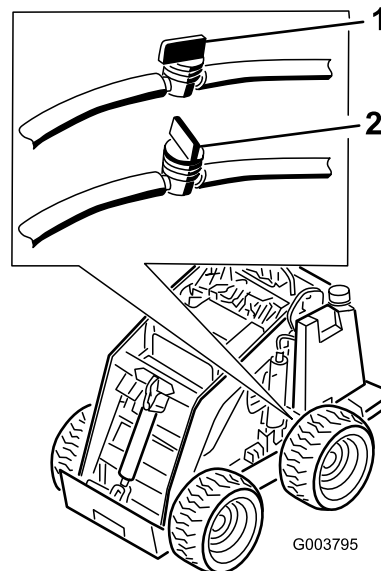

Рисунок 34
2. Закройте топливный клапан на днище топливного бака (Рисунок 34).
8. Откройте топливный клапан на днище топливного бака (Рисунок 34).
3. Закройте топливные клапаны в плангах около дниц топливных баков (Рисунок 34).
10. Откройте топливные клапаны в шлангах около днищ топливных баков, как показано на Рисунок 34.